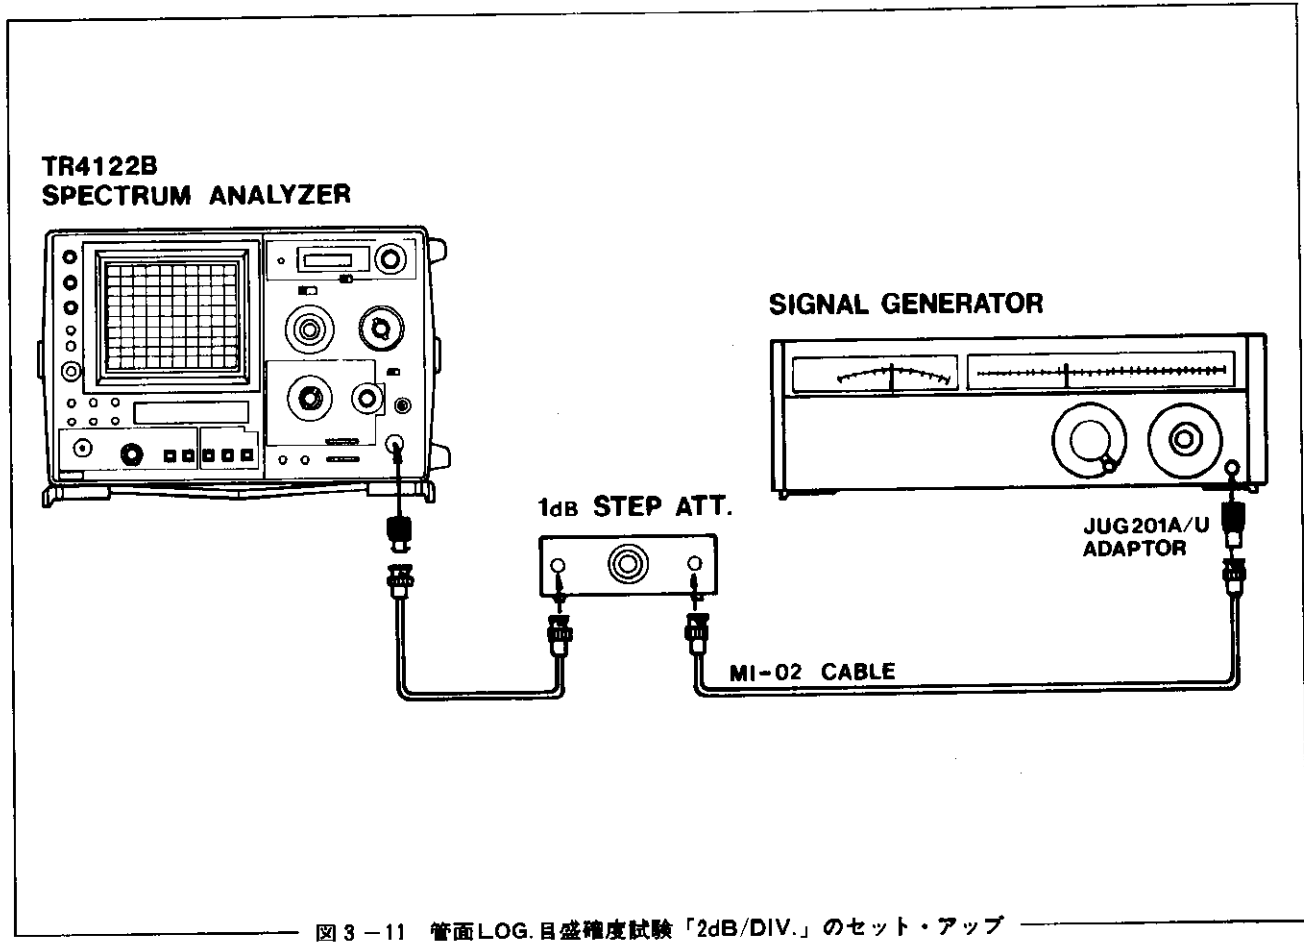

図3-11 管面LOG.目盛確度試験「2dB/DIV.」のセット・アップ
2. S.G.の出力を200MHz, -20dBm, 外部ATT.を0dBにそれぞれ設定し、本器のINPUTに〔図3-11〕のように接続します。